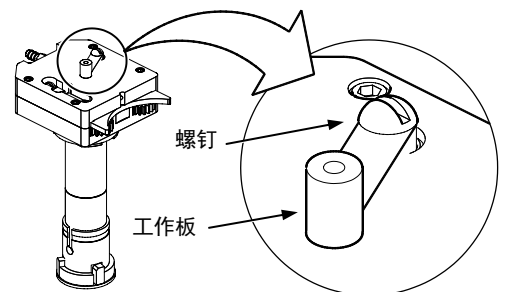

图 37 从电刷环上拆下齿轮环
12. 确认工作板螺钉已经拧紧，并且没有过度氧化。参考图 37。必要时，使用细砂布擦干工作板。